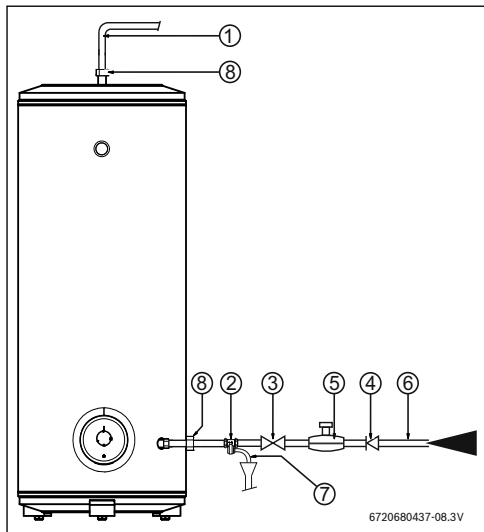

Fig. 7 Conexión del agua
- ▶ Instalar a válvula de seguridad en la entrada de agua del termo eléctrico (véase Fig. 7).
Cuando la presión de agua en la entrada sea superior al límite por ella permitido, se activará la válvula de seguridad, por lo que es necesario prever una forma de canalización o desagüe de esta agua. **NO OBSTRUYA NUNCA LA VÁLVULA DE SEGURIDAD.** Si la presión de la red supera los 6,4 bar, es obligatorio instalar una válvula reductora como la que se muestra en Fig. 7. Además del aislamiento galvánico no se permite la instalación de cualquier otro componente entre la entrada de agua fría (azul) y la válvula de seguridad.
Con el objeto de evitar problemas derivados de las modificaciones bruscas de presión en la alimentación, se aconseja montar una válvula de retención en la cabecera del termo eléctrico, véase Fig. 7.
- ▶ Cerrar la válvula de corte del agua (→Fig. 7).